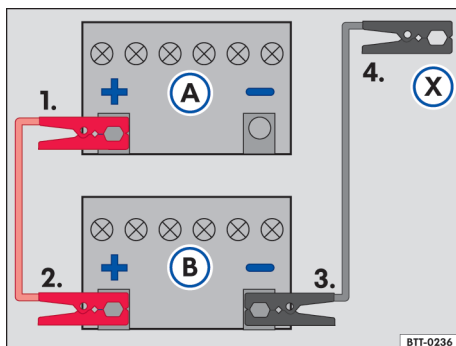

Fig. 140 Esquema para a conexão dos cabos auxiliares de partida: bateria do veículo descarregada (A) e bateria do veículo fornecedora de corrente (B).
Legenda para → Fig. 140:
- Conectar uma extremidade do cabo auxiliar de partida *vermelho* ao polo positivo → Fig. 140 ⊕ do veículo com a bateria do veículo descarregada ① → ⚠.
- Conectar a outra extremidade do cabo auxiliar de partida *vermelho* ao polo positivo ⊕ da bateria do veículo fornecedora de corrente ②.
- Conectar uma extremidade do cabo de auxílio na partida *preto* ao polo negativo ⊖ da bateria do veículo fornecedora de corrente ③.
- Conectar a outra extremidade do cabo auxiliar de partida *preto* ⊗ no veículo com a bateria do veículo descarregada em uma peça maciça de metal aparafusada firmemente ao bloco do motor ou no próprio bloco do motor - porém não nas proximidades da bateria ④ → ⚠.